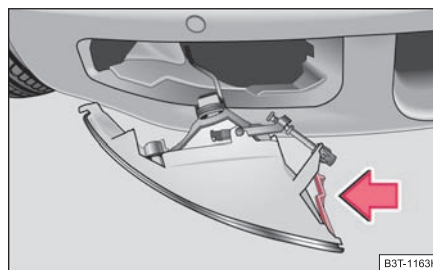

Fig. 237 Dépose du phare antibrouillard avant
- Passez la main dans l'ouverture où se trouvait la grille et appuyez sur la trappe à ressort ⇒ page 270, fig. 237.